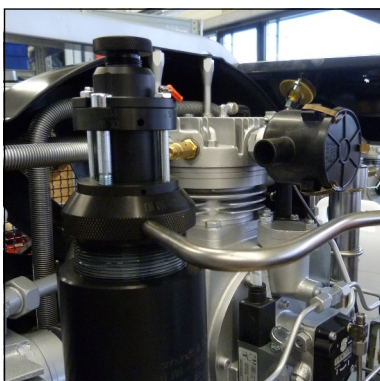

Abb. 1 - Filtergehäusedeckel mit Filterschlüssel öffnen
- Deckel vom Enddruckfiltergehäuse demontieren (Abb. 1).